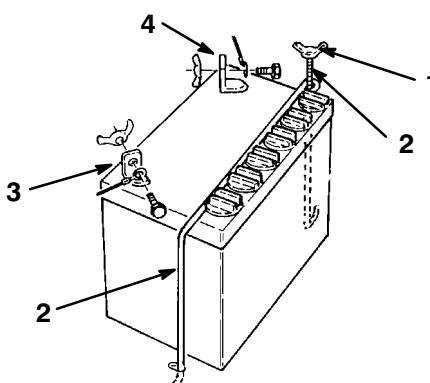

Figure 20
3. Débranchez le câble négatif (noir) de mise à la masse de la borne de la batterie (Fig. 20).
4. Repoussez le capuchon en caoutchouc sur le câble positif (rouge). Débranchez le câble positif (rouge) de la borne de la batterie (Fig. 20).
5. Enlevez l'écrou papillon qui fixe les dispositifs de retenue de la batterie au châssis du tracteur (Fig. 20).
3. Connectez le câble positif (rouge) à la borne positive (+) de la batterie à l'aide du boulon et de l'écrou papillon (Fig. 20). Glissez le capuchon de caoutchouc sur la borne de la batterie.
4. Connectez le câble négatif (noir) à la borne négative (-) de la batterie à l'aide du boulon et de l'écrou papillon (Fig. 20).